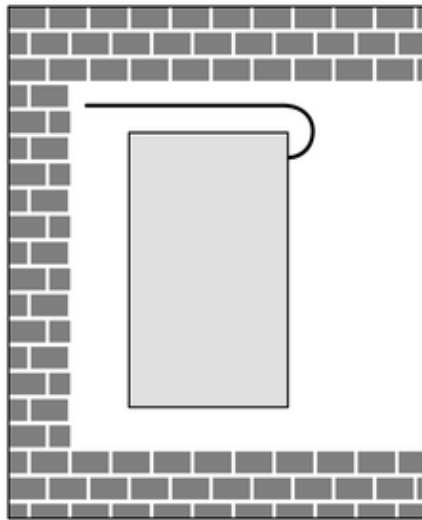

Bild 4: Einbau in Gerätedose
- ⓘ Antenne möglichst frei gestreckt verlegen (Bild 4).